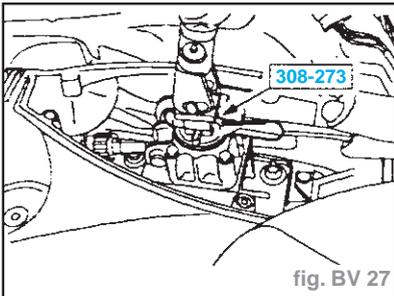

fig. BV 27
- Declipser le soufflet de levier de vitesses et mettre en place l'outil spécial (fig. BV 27).